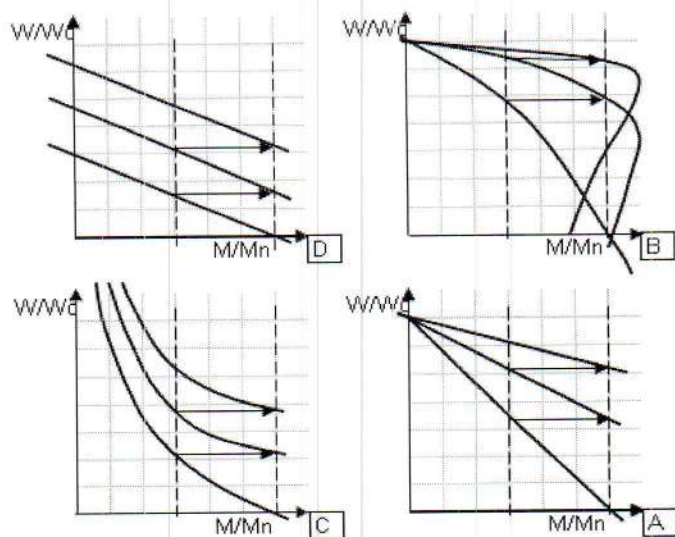

Рис.6. Механические хар-ки при реостатном регулировании
17. Механические характеристики при реостатном регулировании скорости (рис.6) двигателя постоянного тока независимого возбуждения